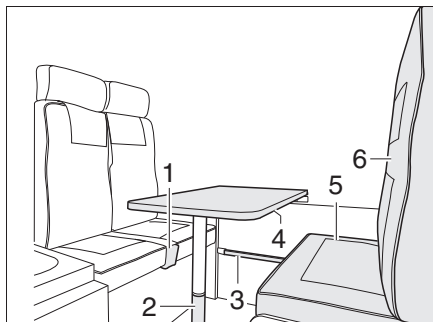

Fig. 37 Tavolo sospeso
- Svitare le viti di bloccaggio (Fig. 37,4) e tirare il tavolo in avanti.
- Applicare la prolunga del piano del tavolo e serrare a fondo le viti di bloccaggio (Fig. 37,4).
- Svitare le viti di bloccaggio (Fig. 37,4) e spingere il tavolo indietro.
- Serrare a fondo le viti di bloccaggio (Fig. 37,4).
- Estrarre verso il basso la parte inferiore del piede di sostegno (Fig. 37,2) e riparla.
- Agganciare il piano del tavolo ad un angolo di 45° ai supporti del listello di supporto inferiore (Fig. 37,3) e deporlo sul pavimento con la parte superiore del piede di sostegno.
- Inserire il cuneo (Fig. 37,1) per la prolunga del sedile tra i cuscini.
- Aprire la chiusura a velcro del cuscino dello schienale (Fig. 37,6) dietro il sedile del conducente.
- Raggruppare il cuscino del divano e dello schienale (Fig. 37,5 e 6).